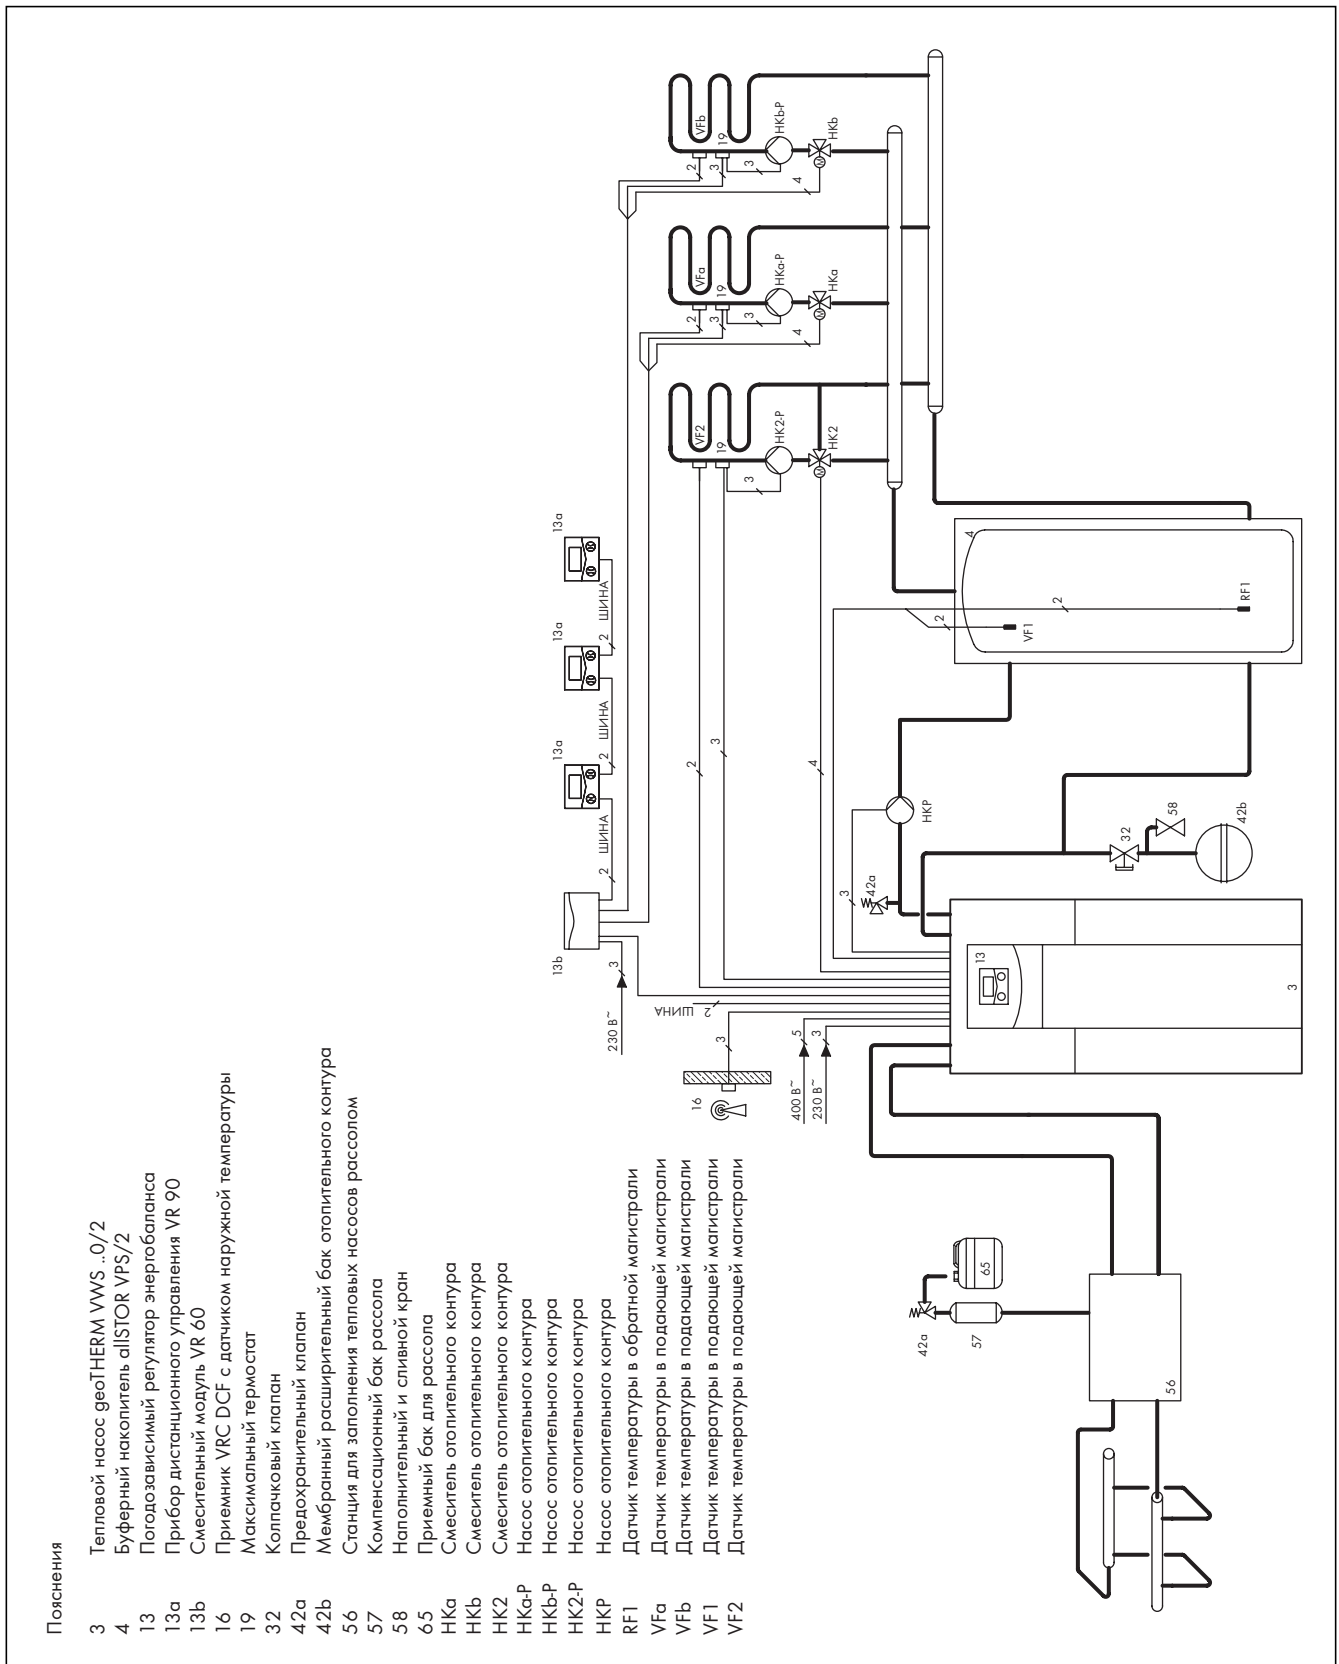

Рис. 5.3 Пример гидравлической схемы: смесительный контур с буферным накопителем
- Если вы не используете опциональное сопутствующее оборудование, а именно станцию для заполнения тепловых насосов рассолом (56) (→ Рис. 5.3), установите отдельные компоненты гидравлической системы в соответствии с (→ Рис. 5.9).